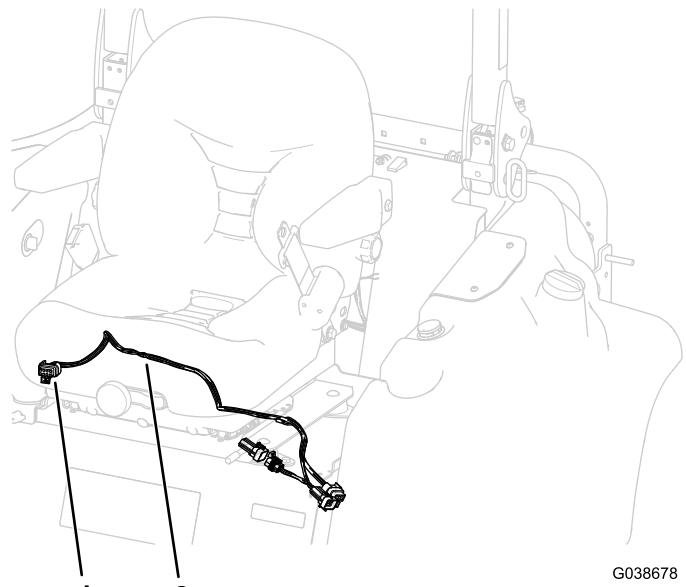

図 2
2. 既存の座席用ワイヤーハーネスに沿って、ジョイステイックのワイヤーハーネスを運転席下シートプレートの下に通し、運転席下の穴に通す図2。
4. 座席取り付けブラケットとシートプレートとの間およびシートプレートの右後にあるゴム製アイソレータの後にワイヤーハーネスを通す図2。